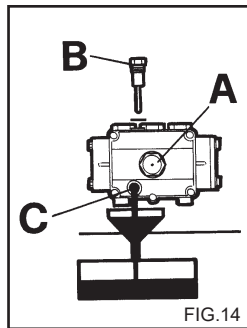

FIG.14
- 1) Skruva ur dräneringspluggen som är placerad under pumpen (fig. 14 C).
- 2) Skruva ur locket med oljestickan (fig. 14).